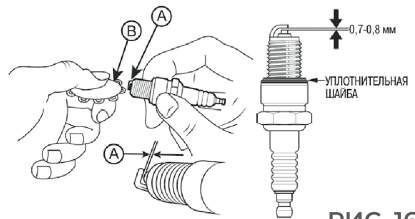

РИС. 16
4. Проверка зазора. С помощью щупа измерьте зазор между электродами (Рис. 16). Номинальное значение: 0,7 - 0,8 мм.